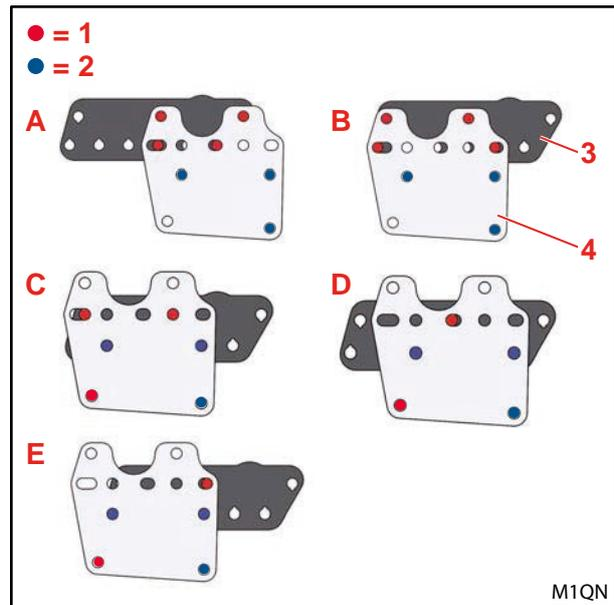

Abb. 12 Anbaupositionen der Ventile am Halter am rechten Anbauteil
i Der Anbau der Ventile kann an unterschiedlichen Positionen erfolgen (siehe Abb. 12).
- (4) Ventile über Stehbolzen mit Sechskantmuttern an Halteblech bzw. Halteblech und Halter am rechten Anbauteil montieren.
- (5) Bei Anbaupositionen C, D und E (siehe Abb. 12) Ventile zusätzlich mit 1 Sechskantschraube M8x30 und 1 Sperrkantring an Halteblech montieren.